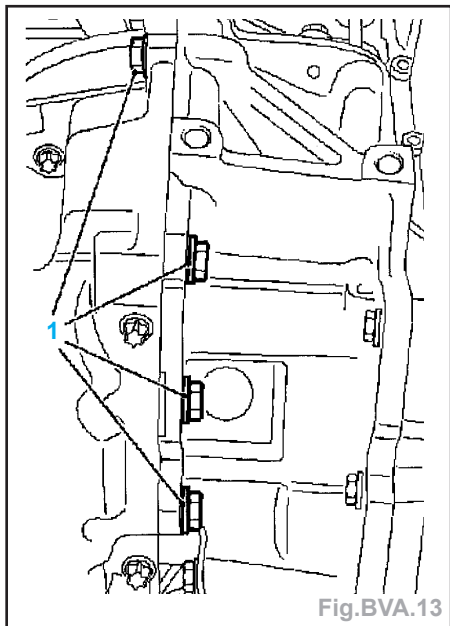

Fig.BVA.13
- Démontez le bloc amortisseur du moteur avant (3).
- Reposer la vis de vidange d'huile (6).
- Démontez la conduite de refroidissement d'huile (4).
- Déposer les 4 vis (1) de la boîte de vitesses sur le carter d'huile (Fig.BVA.13).